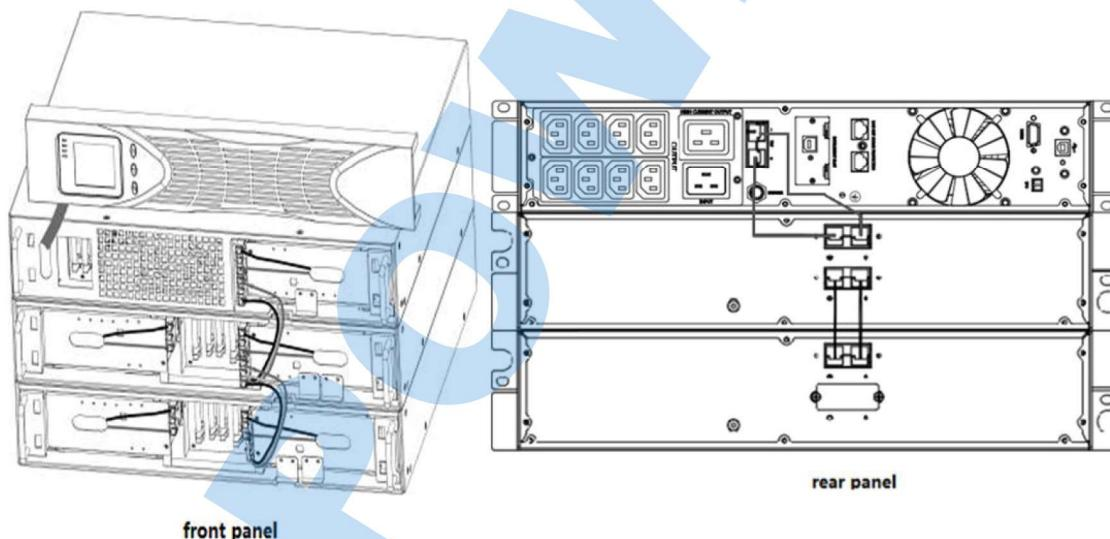

Рис. 5-5. Подключение ББ.
3. Для нижнего (или единственного) ЕВР снимите кабельную направляющую только на верхней части передней крышки (см. рис. 5-5).
4. Если вы устанавливаете более одного ББ, для каждого дополнительного ББ снимите направляющие сверху и снизу (см. рис. 5-5).
5. Подключите кабель ББ в батарейный разъём к ИБП как показано на рис.5-5. К ИБП можно подключить до 3х блоков. Соблюдайте цветовую полярность соединений.